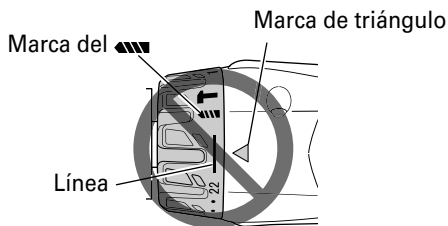

Fig. 10
- Evite usar la unidad con el número del dial del embrague entre "22" y la línea provista en el medio de la marca del taladro "▲". Si lo hiciese, se podrían producir daños (Consulte la Fig. 10).